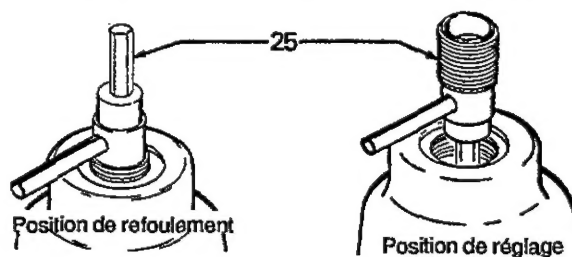

Fig 2
Avant d'ouvrir le robinet d'arrêt de la sortie (H) ou de démarrer la pompe, engager l'embout hexagonal de la clé (25) dans la vis de tarage du ressort (20) et tourner celle-ci en sens anti-horaire jusqu'à ce que le ressort ait été détendu. Voir les Figs. 2 et 3.
Éliminer toute peinture ou produit dans le régulateur en le refoulant dans le pistolet et le flexible. Arrêter la pompe d'alimentation et détendre la pression dans la conduite en ouvrant le régulateur de retour ou autre vanne de dérivation. Ouvrir le clapet du régulateur en vissant la partie filetée de la clé (25) aussi loin que possible dans le chapeau. Voir la Fig. 2. Desserrer d'environ trois tours l'écrou de retenue du chapeau d'air sur le pistolet de pulvérisation, appliquer avec force un chiffon au bout du dit chapeau d'air et appuyer sur la gâchette du pistolet. L'air va renvoyer le produit à travers le pistolet, le flexible et le régulateur. Après cette opération de refoulement, retirer la clé de réglage ; ne pas se servir de son embout fileté pour ajuster la pression.